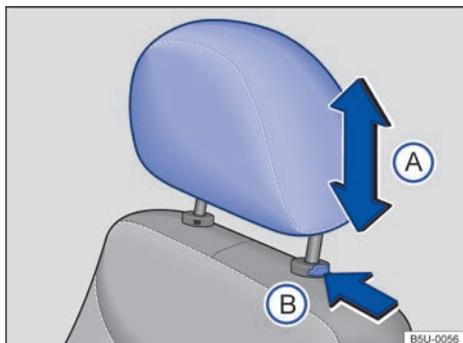

Fig. 38 Ajuste el apoyacabezas delantero.
- Empuje el apoyacabezas hacia arriba o hacia abajo en el sentido de la flecha ⇒ fig. 38 (A) ⇒ .